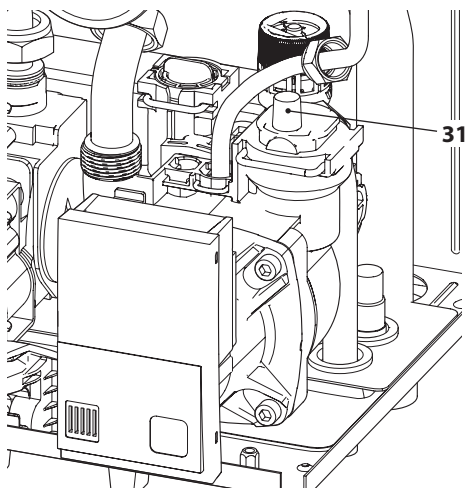

Figura 9.11
- Per facilitare lo svuotamento, alzare il tappo 31 della valvola di sfogo automatica in Figura 9.11.